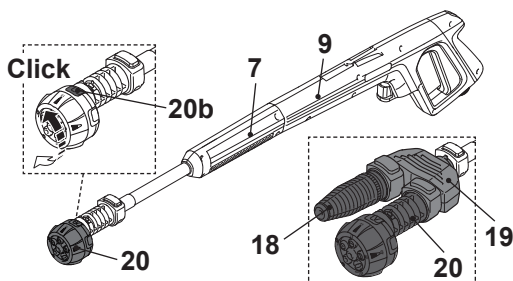

Fig. 9
1. Coloque la lanza de extensión (7) en la pistola de pulverización (9) (Fig. 9).
2. Coloque la boquilla 5 en 1 (20) en la lanza de extensión.